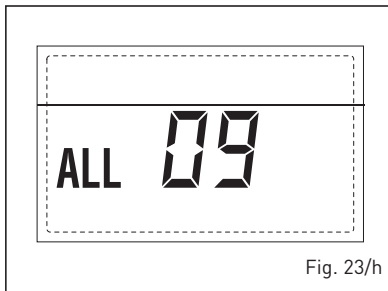

Fig. 23/h
**- ANOMALÍA SONDA CALENTADOR "AL 10" (fig. 23/i)**